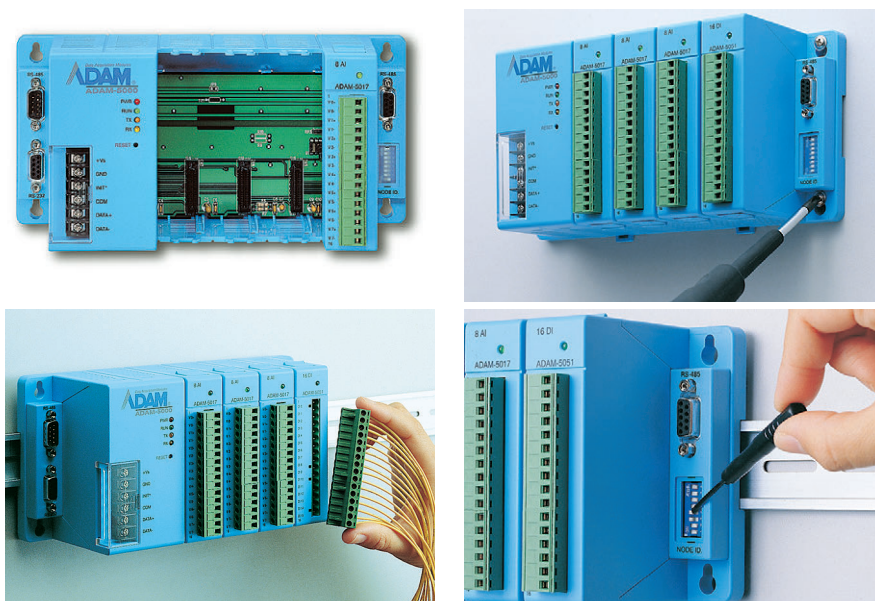

Рис. 14. Контроллер серии ADAM-5000
- Конструктивное исполнение подобно традиционным ПЛК. Контроллер состоит из блока процессора и модулей ввода/вывода, устанавливаемых в локальную магистраль блока процессора. Внешний вид контроллера показан на рис. 14. Каждый блок процессора может объединять на локальной магистрали